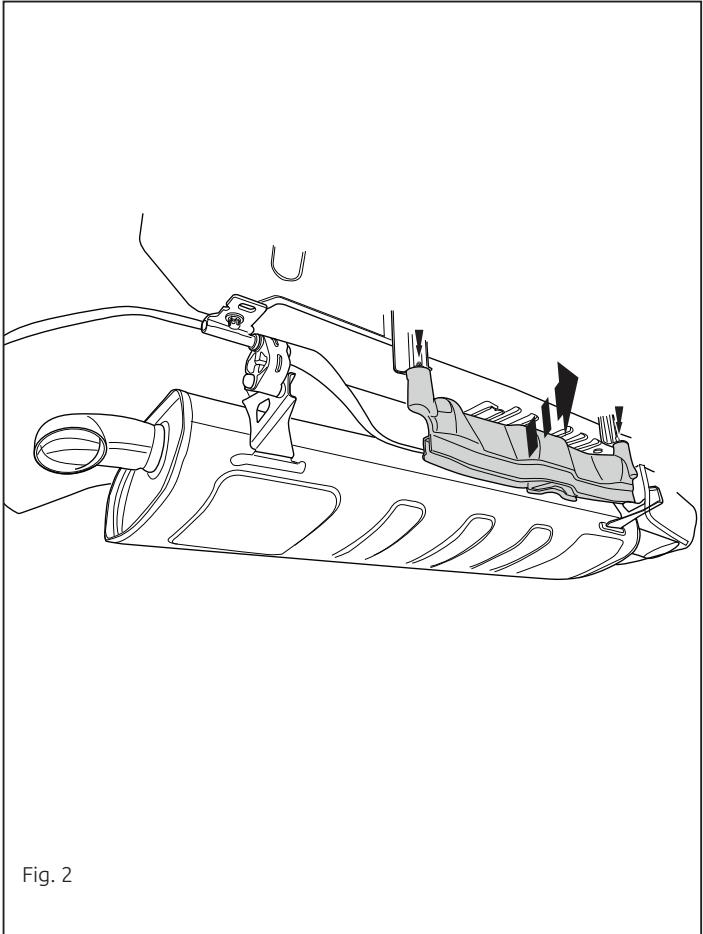
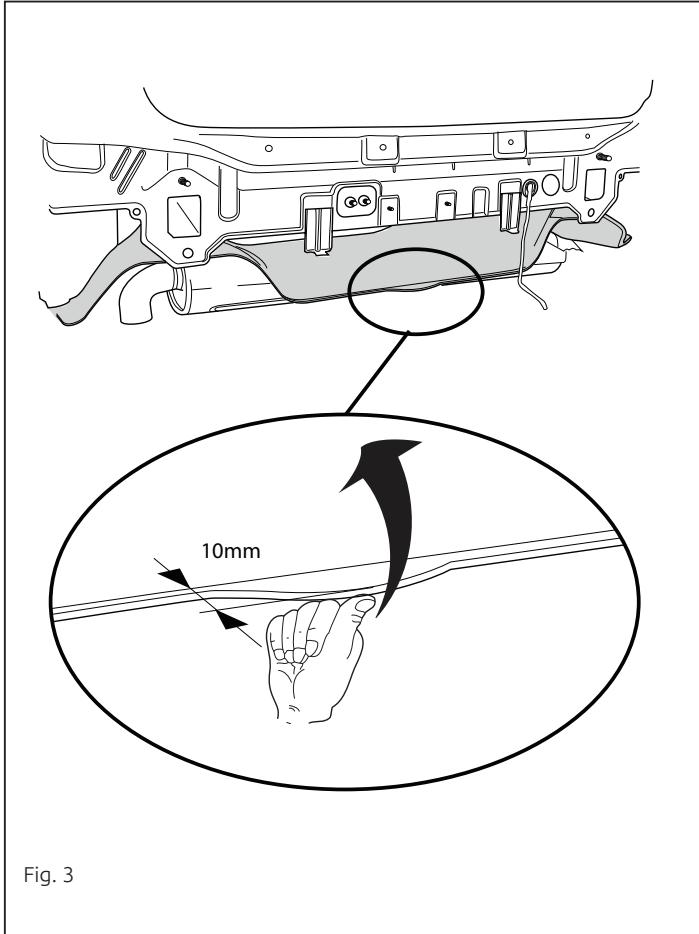

Fig. 2
Fig. 3
3. **Для автомобилей 10/2019->:** Снять указанные детали. См. рисунок 2. Отогнуть теплозащитный экран 10 мм вовнутрь. См. рисунок 3.